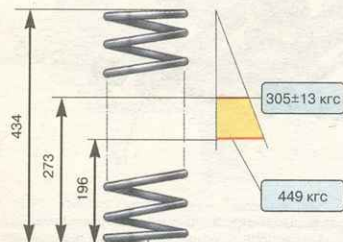

Рис. 5.33. Основные данные для проверки пружины задней подвески
**Пружины.** Проверьте упругую характеристику пружин по контрольным точкам (рис. 5.33), предварительно трехкратно обжав их до соприкосновения витков.
Проверьте, нет ли деформации пружины. Если упругость не соответствует данным рис. 5.33 или деформации могут стать причиной нарушения работоспособности пружины, замените ее.